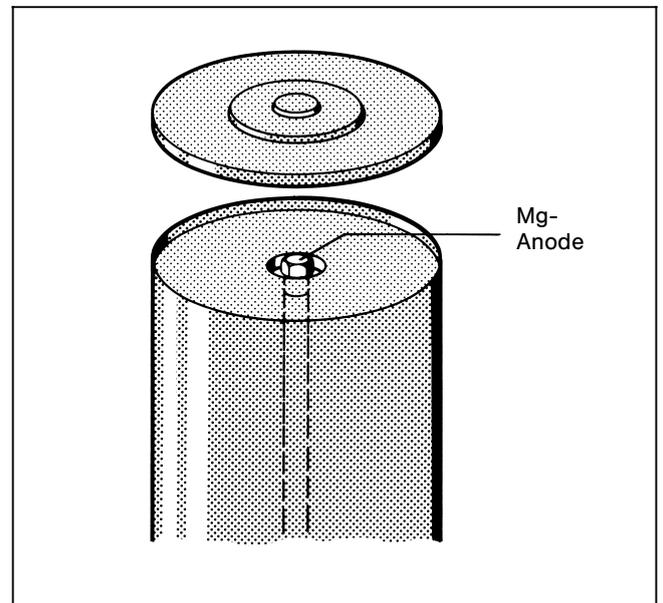

Abb. 10 – SU 160 / 200
- Prüfen ob Magnesiumanode so eingebaut ist, daß die elektrische Verbindung zwischen Anode und Speicherbehälter gewährleistet ist (Abb. 10).
- Kaltwasserzulauf schließen, Speicherentleerung (EL) öffnen. Zur Entlüftung einen höhergelegenen Zapfhahn öffnen.
- Mg-Anode ausbauen und Anodenabbau prüfen (SU 160/200, Abb. 10 u. 12).